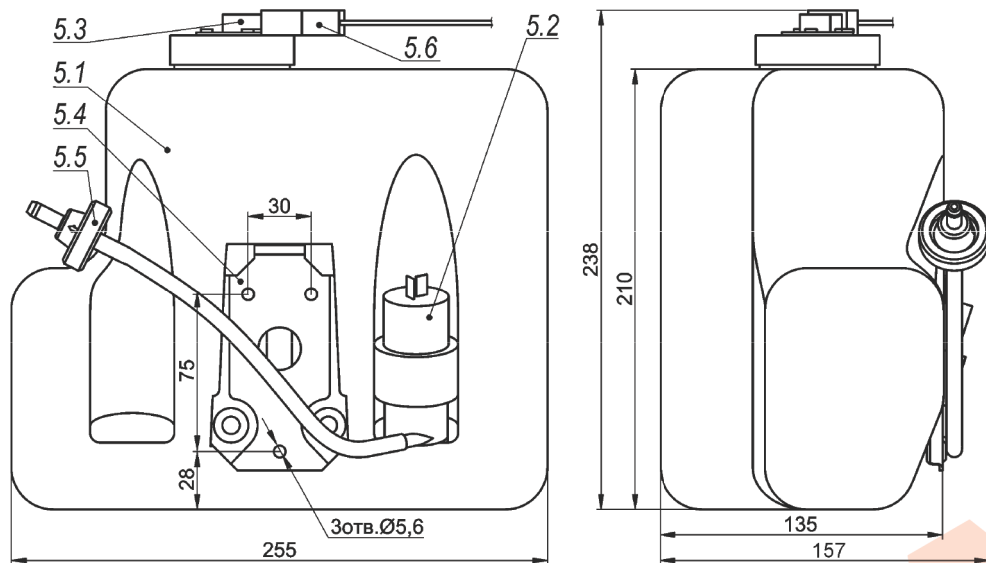

Рис.2 Состав и габаритные размеры бачка омывателя
- 5. Габаритные размеры ..... см. рис.2
5. Бачок омывателя (по отдельной заявке) (см. рис.2)